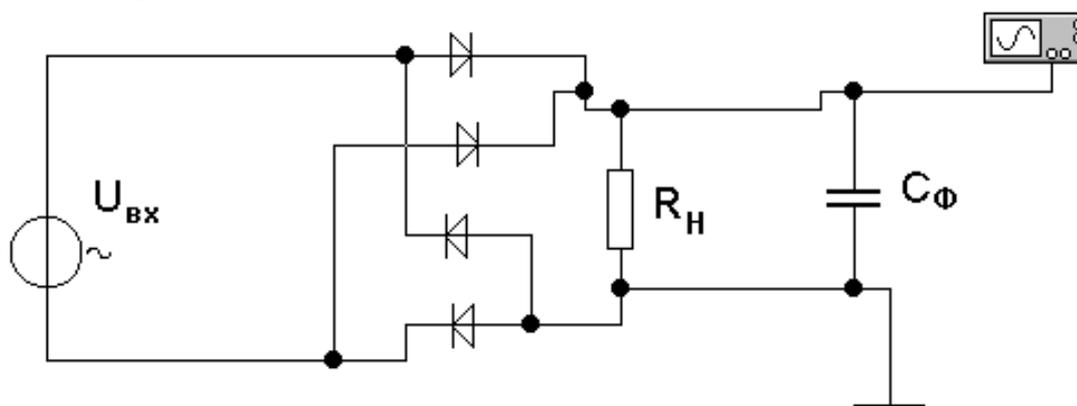

Рис. 6. Схема
3.5. Собрать схему двухполупериодного выпрямителя с фильтрующей емкостью  $C_{\Phi}$  (рис. 6).